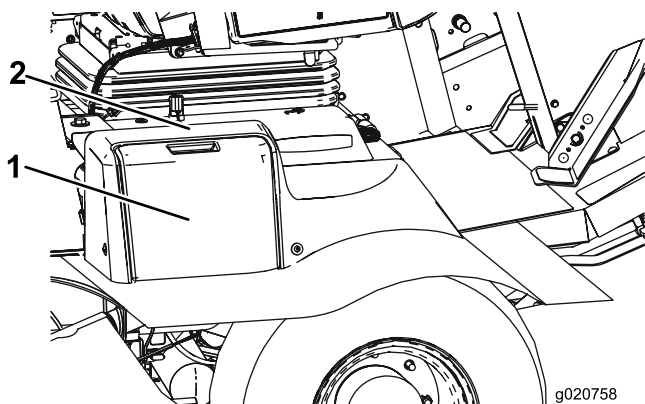

Figure 54
1. Ouvrez le couvercle de la batterie (Figure 54). sur le côté du carénage.
Remarque: Appuyez sur la surface plate au-dessus du couvercle de batterie pour en faciliter le retrait (Figure 54).